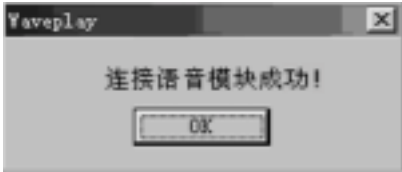

图 5.13 PC 与语音模块及主机连接成功对话框
14. 如果您选择一次性将所有语音段录入语音模块, 首先单击“在线”按钮, 连接成功后, 在点击“群组”按钮, 弹出图 5.13 所示的批量写入语音段选择对话框, 在此对话框中选择相应的语音段, 然后单击“下载”按钮, 即可将所有的语音段依次写入语音模块中。